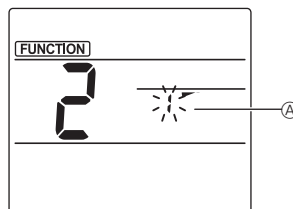

Fig. 2
② Wybór numeru żaluzji (Fig. 2)